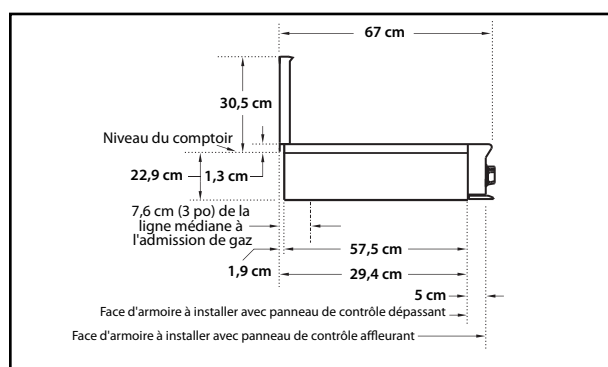

Fig. 2
4. La table de cuisson pour wok peut être placée de diverses façons, son devant affleurant ou dépassant le comptoir, selon la profondeur de celui-ci. (Voir fig. 2 - Vue latérale de la table de cuisson pour wok; voir fig. 4-6 pour des positions de montage alternatives.)